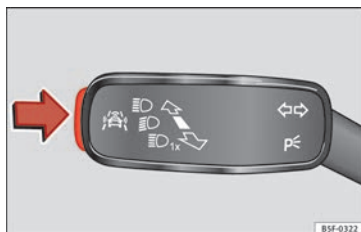

Abb. 44 Am Blinker- und Fernlichthebel: Taste für die Fahrerassistenzsysteme.
- Taste » Abb. 44 in Pfeilrichtung kurz drücken, um das Menü **Assistenten** aufzurufen.